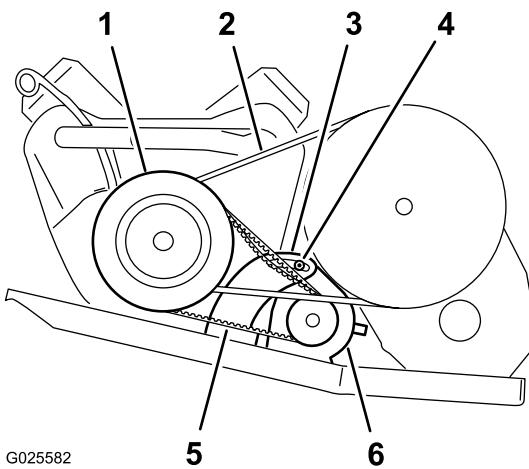

Figura 64
2. Allentate il dado di rotazione del generatore di avviamento (Figura 64).
4. Applicate una pressione verso il basso sul piede di porco per ruotare il motorino di avviamento fino alla fessura in modo che la tensione della cinghia consenta soltanto una flessione di 6 mm della cinghia stessa con forza pari a 44 N (Figura 64).
5. Serrate manualmente il dado di rotazione e rimuovete il piede di porco (Figura 64).